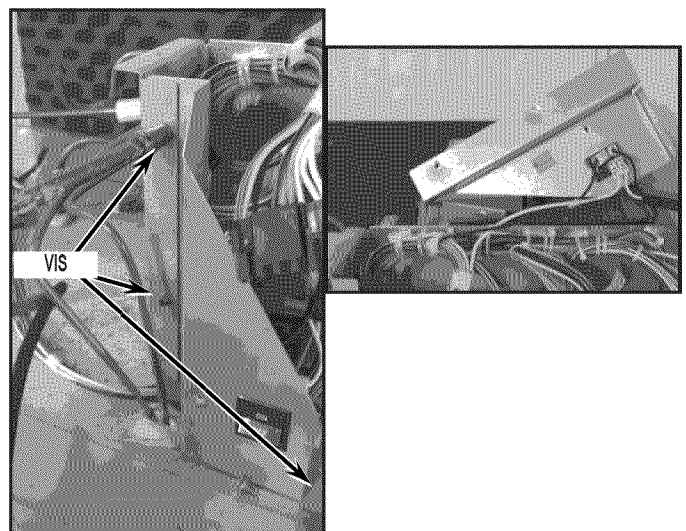

FIGURE 16
21. Retirer les 3 vis de montage de la platine de l'interrupteur. Déplacer la platine de l'interrupteur pour laisser un dégagement suffisant pour le raccordement du câblage et le retrait de l'ancienne carte HT. Voir *Figure 16*.